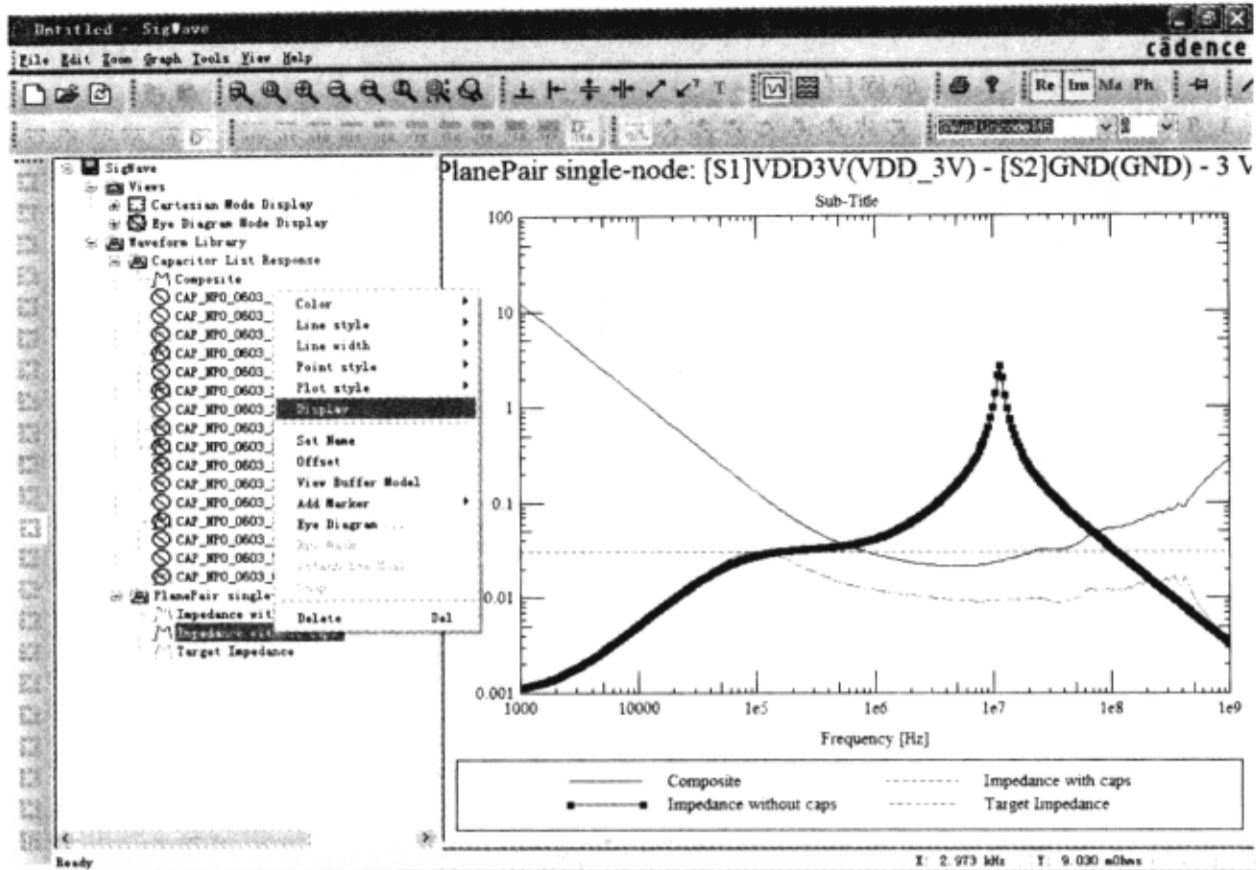

图 8-8-76 取消显示响应曲线
(6) 在“Power Integrity Design & Analysis”对话框中单击“Single Node Simulation”按钮，此时就会在 SigWave 窗口中显示平面对的仿真结果，在 Impedance without Caps 波形上单击鼠标右键，在弹出的菜单中选择“Display”，关闭这个波形的显示，如图 8-8-76 所示。